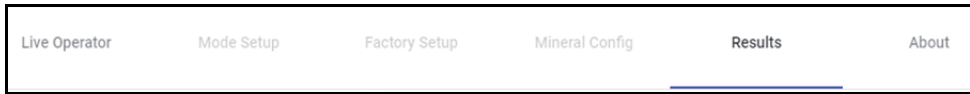

图 5-4 菜单栏
- ◆ 在菜单栏中，点击想要显示的屏幕的选项卡（参见第69页的图 5-4）。